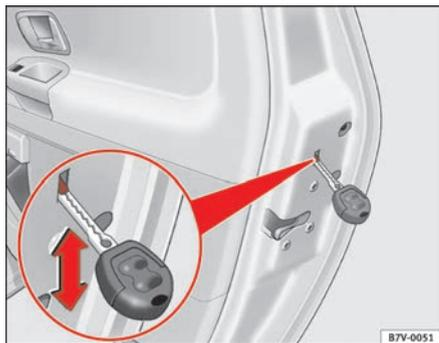

Fig. 59 Palanquita del seguro para niños de la puerta trasera izquierda
- Desplace la palanca en la dirección de la flecha ⇒ **fig. 59** con la llave del vehículo.